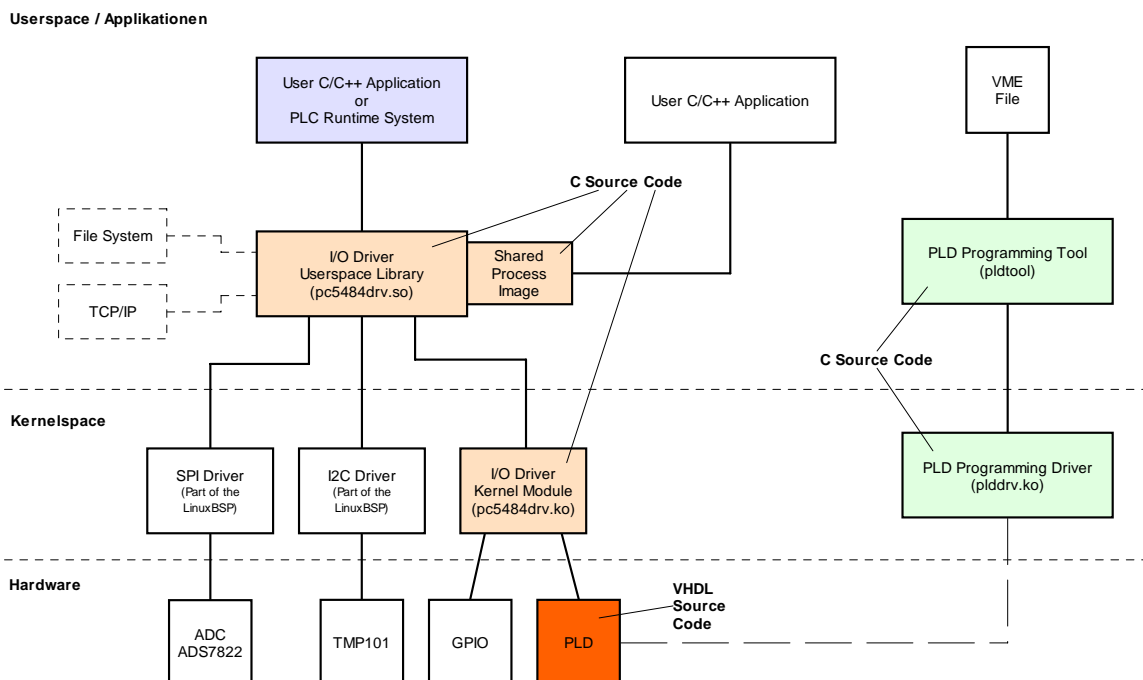

Bild 60: Übersicht zum Driver Development Kit für das ECUcore-5484
Bild 60 vermittelt einen Überblick über die DDK-Struktur und die enthaltenen Komponenten. Im DDK enthalten sind die Sourcen der PLD- bzw. FPGA-Software (VHDL), des Linux Kernel-Treibers (*pc5484drv.ko*) und der Linux User-Bibliothek (*pc5484drv.so*). Ebenfalls Bestandteil des DDK ist ein PLD/FPGA Programming Tool (*pldtool* + *plddrv.ko*), das ein Softwareupdate des PLD/FPGA unter Linux ohne zusätzliche JTAG-Hardware ermöglicht.
2. Sourcecode für Linux Kernel-Treiber (*pc5484drv.ko*, siehe Bild 60), beinhaltet alle notwendigen Files um Kernel-Treiber neu zu erstellen (C- und H-Files, Makefile usw.)
3. Sourcecode für Linux User-Bibliothek (*pc5484drv.so*, siehe Bild 60), beinhaltet alle notwendigen Files um User-Bibliothek (incl. der Implementierung des Shared Process Image) neu zu erstellen (C- und H-Files, Makefile usw.)